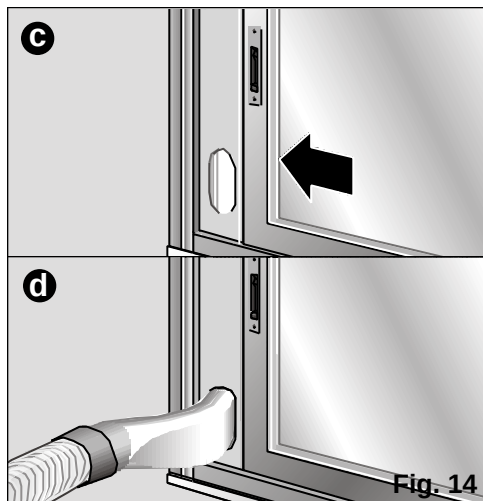

Fig. 14
- Também se pode utilizar o acessório de instalação corredeira janela / terraço (ver "Descrição dos acessórios"). **Fig. 14: a, b, c, d**. Este acessório serve tanto para janelas horizontais como para verticais / terraços.